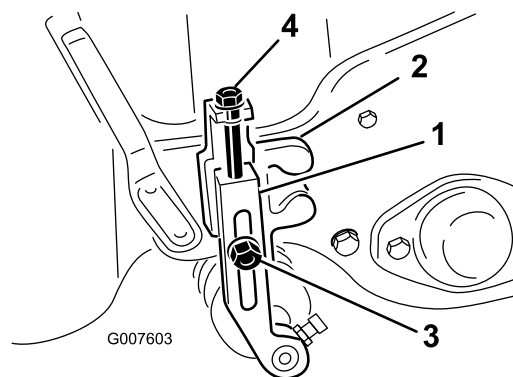

Figura 49
2. Afloje las contratuercas que sujetan los brazos de ajuste de la altura de corte a los soportes de ajuste (Figura 49).